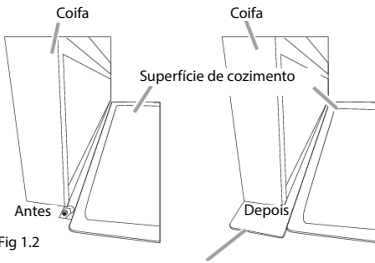

Fig. 1.2
- B. Moldura de acabamento para instalação reversível. (Fig 1.2)